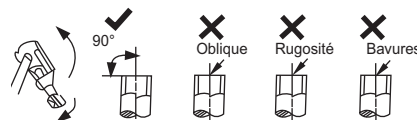

Fig. 10 — Coupez le tuyau
2. Coupez le tuyau à 90 degrés (voir la figure 10) au moyen d'un coupe-tube.